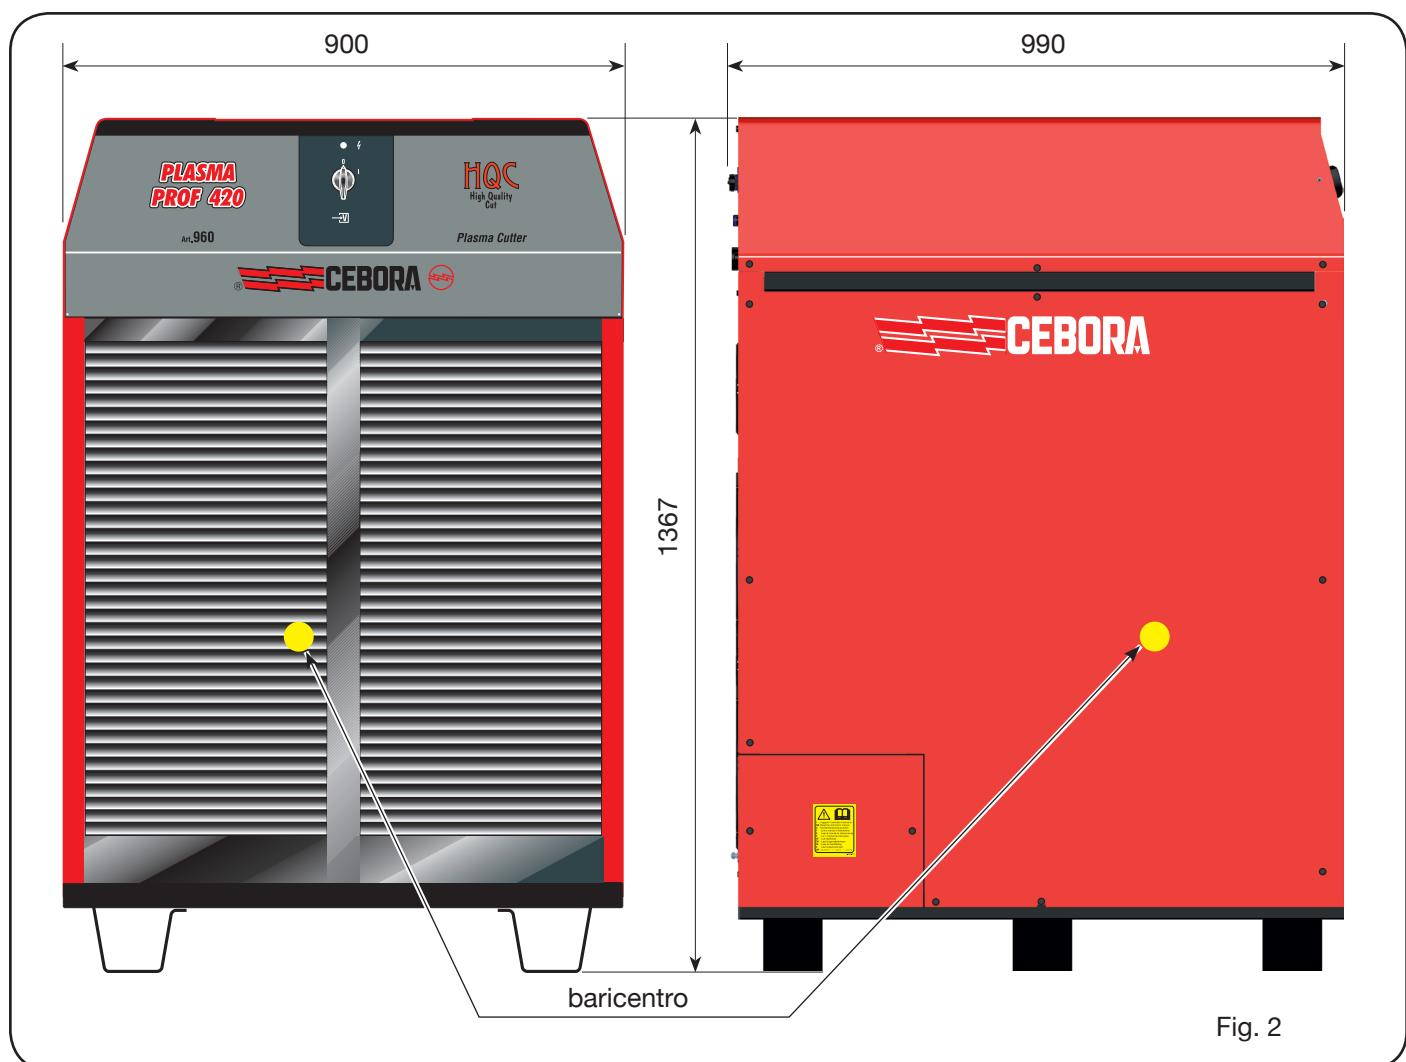

Fig. 2
- sollevare il generatore con un carrello elevator e posizionare le forche tenendo conto della posizione del suo baricentro (vedi Fig. 2).